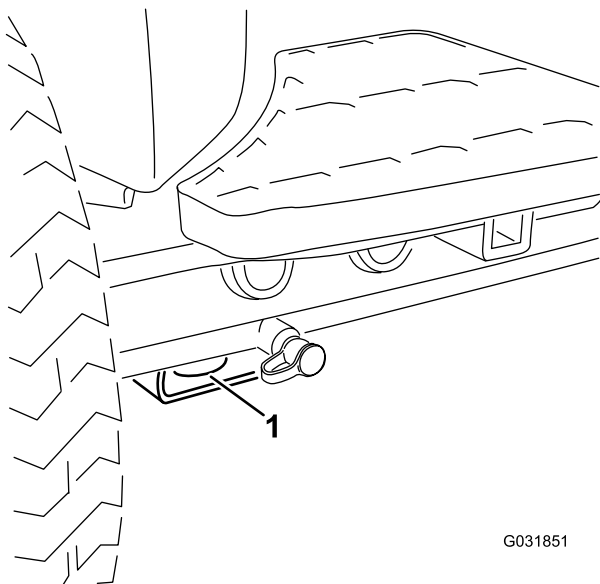
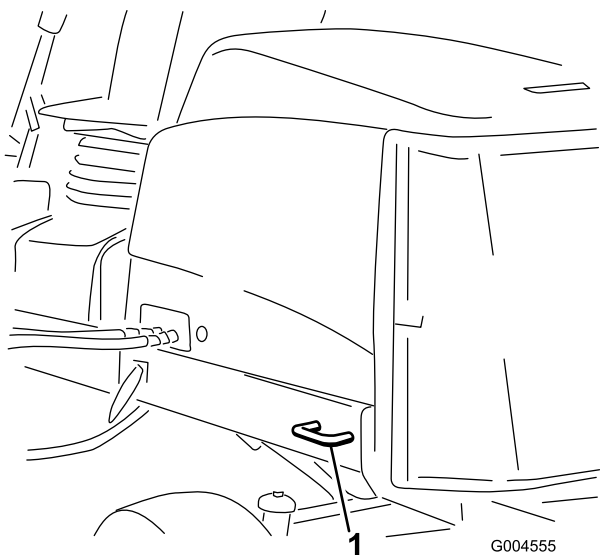

Bild 69
Bild 70
- Ziehen Sie die Maschine gut fest. Die vorderen und hinteren Gurte sollten nach unten und außerhalb der Maschine verlaufen; Siehe Bild 69 und Bild 70.
- Vorne: Loch im Rechteck unter dem Achsenrohr in jedem Vorderreifen (Bild 69)
- Hinten: Jede Maschinenseite am hinteren Rahmen (**Bild 70**)